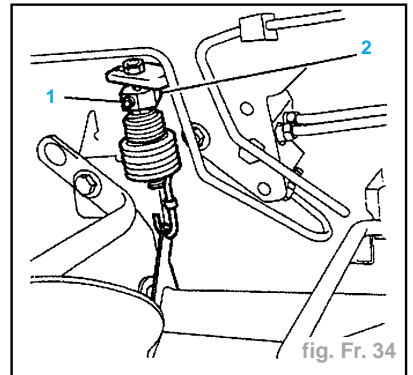

fig. Fr. 34
- Desserrer la vis (1) (fig. Fr. 34).
- Déplacer la coupelle (2) sur la tige, pour obtenir la pression de freinage.
- Resserrer la vis (1).